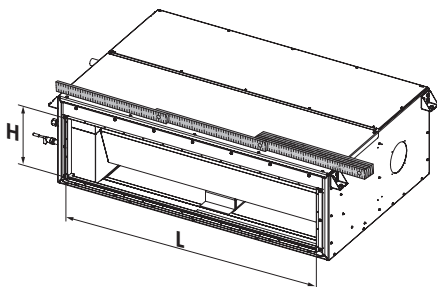

Fig. 1
1. Misurare la bocchetta di mandata della macchina canalizzata (LxH). Fig. 1
1. *Measure the delivery outlet of the ducted machine (LxH). Fig. 1*